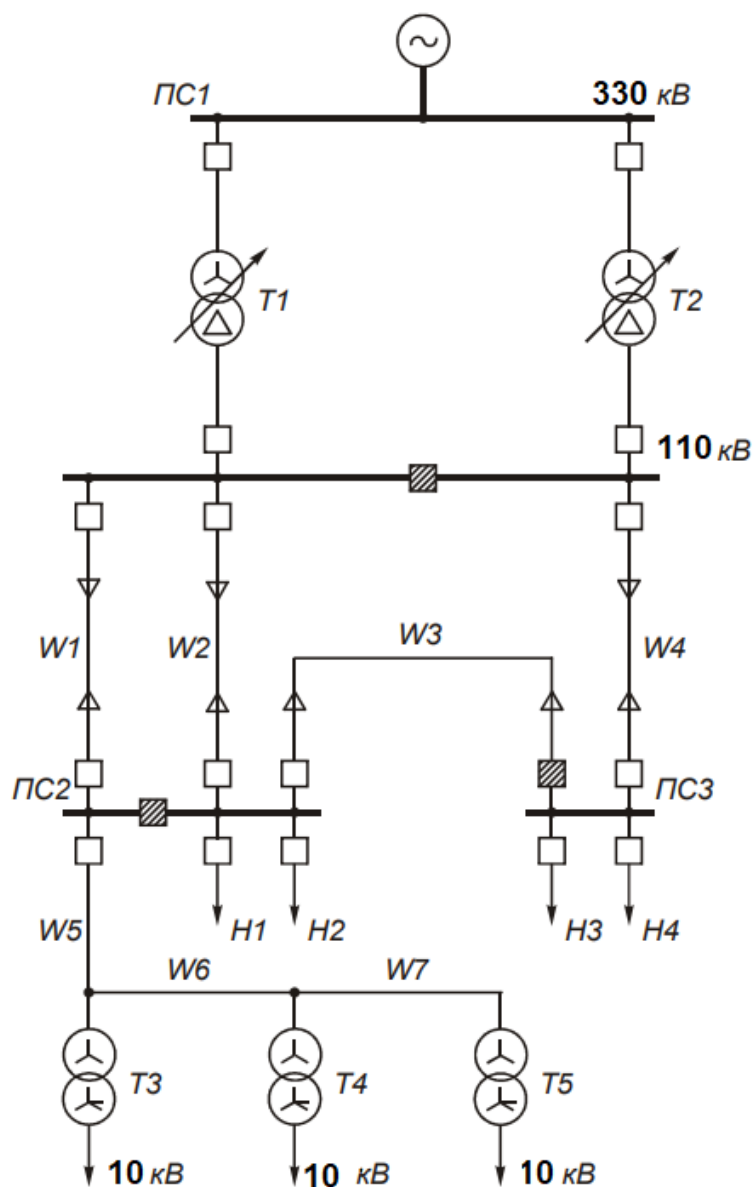

Рис. 3
- 1) Определить состав основных защит участка ЛЭП 110 кВ (рис.3). Определить необходимость применения направленных защит.